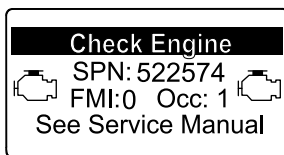

Figura 52
- Avvertenza motore SPN 522574, FMI: 0 (Figura 52)